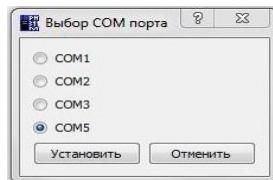

Рисунок 9
A.3.3 Установить ранее настроенный СОМ порт. Для этого нажать клавишу «Настроить СОМ». В появившемся окне (см. рисунок 9) отметить нужный СОМ порт и нажать клавишу «Установить».